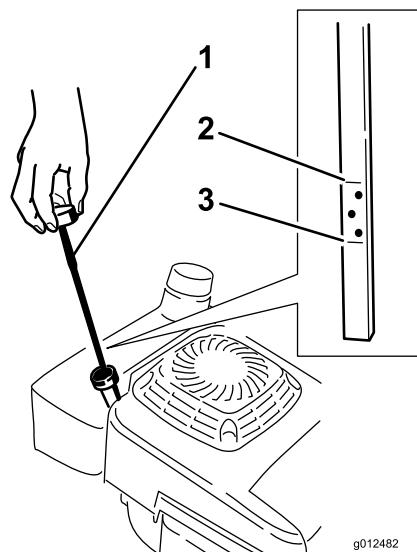

Figura 15
Antes de cada utilização, assegure que o nível de óleo se encontra entre as marcas Add e Full na vareta (Figura 15).
2. Limpe em redor da vareta (Figura 15).
6. Retire a vareta e verifique o nível de óleo na vareta (Figura 15).